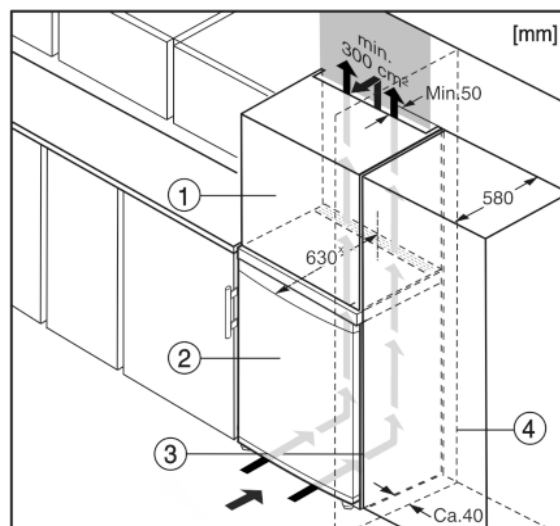

Fig. 5
(1) Élément haut
(2) Appareil
(3) Placard de cuisine
(4) Mur
L'appareil peut être réagencé avec des buffets de cuisine. Pour adapter l'appareil Fig. 5 (2) à la hauteur du coin cuisine, une rehausse Fig. 5 (1) peut être posée sur l'appareil.
Lors de la transformation avec des placards de cuisine (profondeur max. 580 mm), l'appareil peut être placé directement à côté du placard de cuisine *Fig. 5 (3)*. L'appareil dépasse latéralement de 34 mm* et de 50 mm* au centre de l'appareil par rapport à la face avant du placard de cuisine.
Si l'appareil est installé avec les charnières à côté d'un mur *Fig. 5 (4)*, la distance entre l'appareil et le mur doit être de 40 mm min. Ceci correspond à la saillie de la poignée lorsque la porte est ouverte.